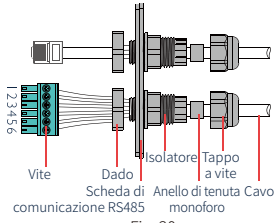

Fig. 30
1. Inserire il cavo attraverso la piastra, come mostrato in Fig. 30.